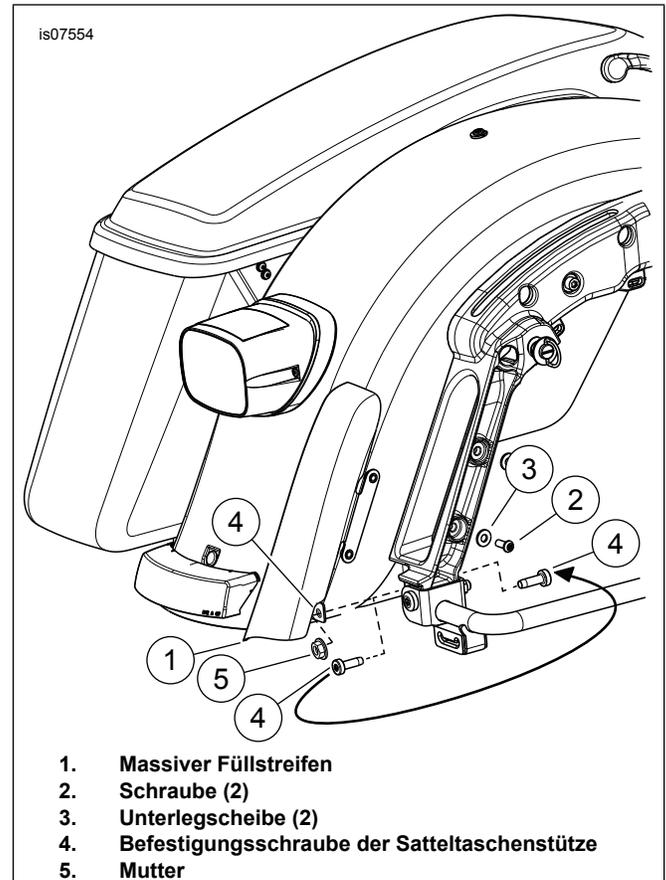

Abbildung 1. Einbau eines massiven Füllstreifens
2. Siehe Abbildung 1. Die untere Befestigungsschraube der Satteltaschenstütze (4) und die zugehörige Mutter (5) entfernen. Befestigungsteile zum Wiedereinbau aufheben.
4. Den Füllstreifen mit Schrauben (2) und Unterlegscheiben (3) befestigen. Die Schrauben von Hand anziehen.
5. Den Füllstreifen mit der Halterungs-Befestigungsschraube (4) und der zugehörigen Mutter (5) an der Stützhalterung befestigen. Die Schraube von vorne nach hinten eindrehen. Nicht anziehen.
- a. Die Halbrundkopfschrauben (2) auf ein Drehmoment von 6,8–10,8 N·m (5–8 ft-lbs) anziehen.
- b. Die Flachkopfschrauben (4) auf ein Drehmoment von 20,3–27,1 N·m (15–20 ft-lbs) anziehen.